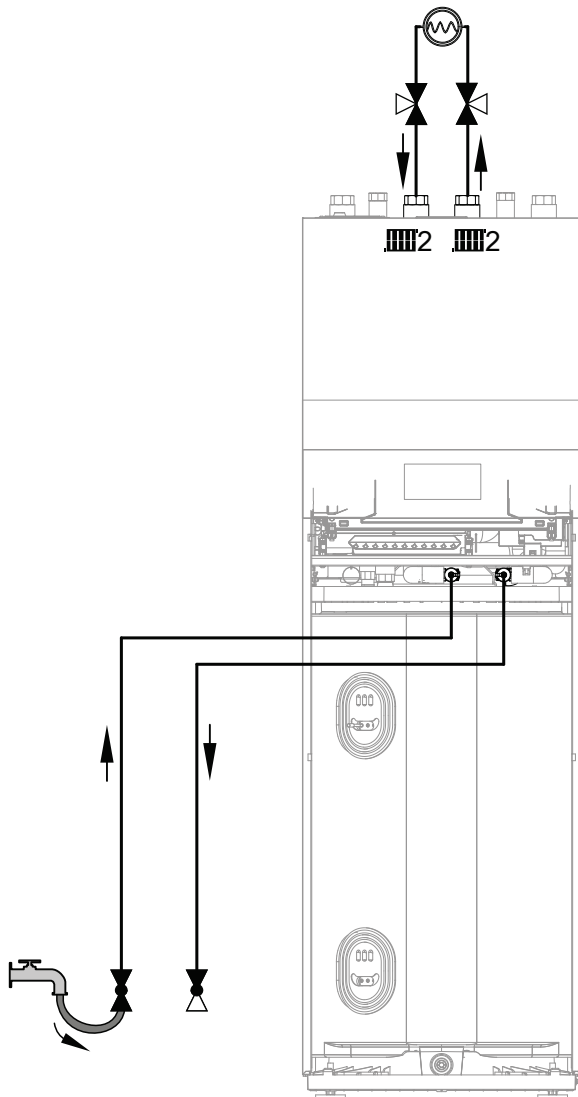

Abb. 67
3. 3-Wege-Kugelhahn im Einlass Befüll- und Spülanschluss gemäß Abb. 67 öffnen.